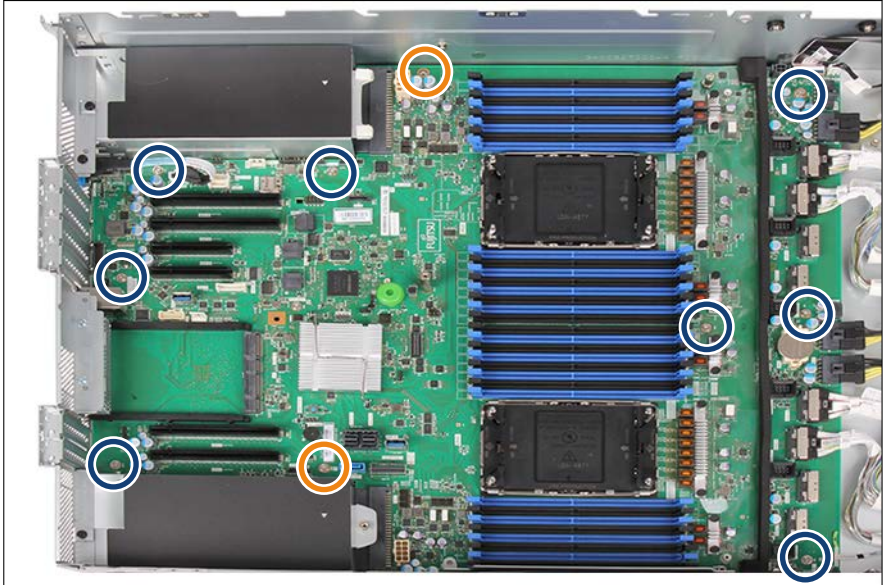

Bild 345: Position der Schrauben
- ▶ Passen Sie das System Board an. Korrigieren Sie gegebenenfalls die Position des System Boards durch eine leichte Drehbewegung (die orangefarbenen Kreise in Bild 345 zeigen die Zentrierbolzen).
- ▶ Befestigen Sie das System Board mit zehn Schrauben, siehe Bild 345.
- ▶ Befestigen Sie das System Board mit den beiden spezifischen Schrauben, siehe Bild 345.